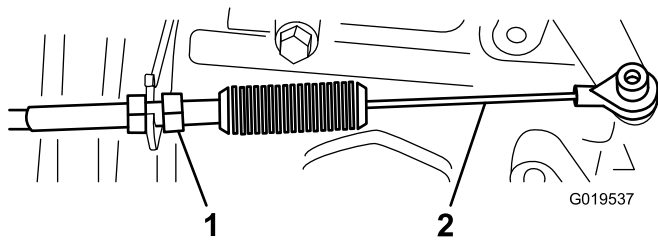
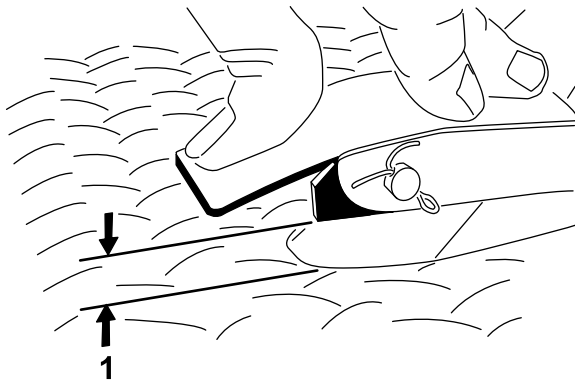

Bild 67
Bild 68
2. Stellen Sie das Kugelgelenk am Bowdenzug (Bild 67) so ein, dass Sie einen Abstand von 2,54 mm bis 6,35 mm zwischen dem Fahrpedalarm und der Oberseite des Bodenplattensternmusters (Bild 68) erhalten, wenn Sie eine Kraft von 11,3 kg auf die Pedalmitte aufbringen.
3. Ziehen Sie die Sicherungsmutter an (Bild 67).